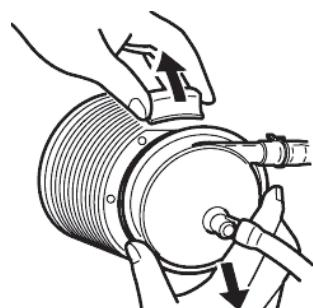

図 2
8. スライドフックを引いて、本品をドライブモーターから取り外す（図2）。